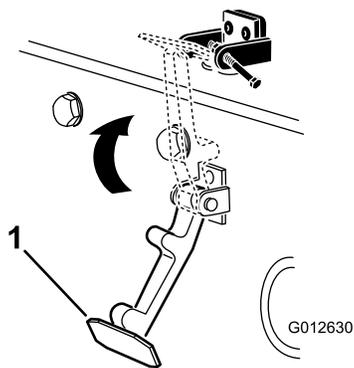

Рисунок 8
- Введите защелку в зацепление с кронштейном защелки капота (Рисунок 8).